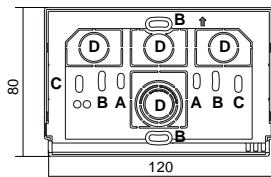

Fig. 5
- Fix the base to the back box (or to the wall), using the pairs of holes provided (fig. 5).
N.B.: fig. 5 - **D** = knockouts allowing entry of wires (flexible only)
- Fixer la base du chronothermostat à la boîte à encastrer (ou au mur) en utilisant les paires de trous prévues à cet effet (fig. 5).
N.B.: fig. 5, "**D**" = zones amovibles pour l'entrée des fils (uniquement flexibles)
- Befestigen Sie die Grundplatte des Zeitthermostats am Gehäuse (oder an der Wand) mittels der entsprechenden vorgegebenen Bohrungslöcher (Abb. 5).
HINWEIS: Abb. 5, "**D**" = Herausnehmbare Teile, die das Anklebmen der (ausschließlich biegsamen) Kabel ermöglichen.
- Fissare la base del cronotermostato alla scatola incasso (o alla parete), utilizzando le opportune coppie di fori (fig. 5).
N.B.: fig.5, "D" = aree asportabili per l'Ingresso dei fili (solo flessibili)
- Fijar la base del cronotermostato en la pared o en la caja empotrada utilizando los pares de orificios (fig. 5).
N.B.: fig. 5, "D" = áreas extraíbles para la entrada de los conductores (sólo flexibles)